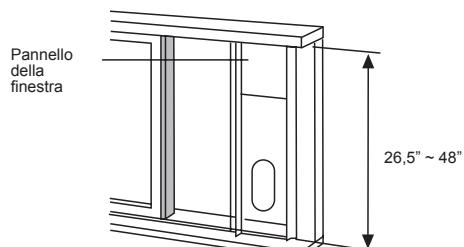

Fig. 13
2. Collegare il kit per finestra scorrevole al davanzale della finestra. Regolare la lunghezza del kit per finestra scorrevole a seconda della larghezza della finestra, accorciare il kit regolabile se la larghezza della finestra è inferiore a 27 pollici. Aprire la finestra a doppi vetri e situare il kit per finestra scorrevole al davanzale. Fig. 13.